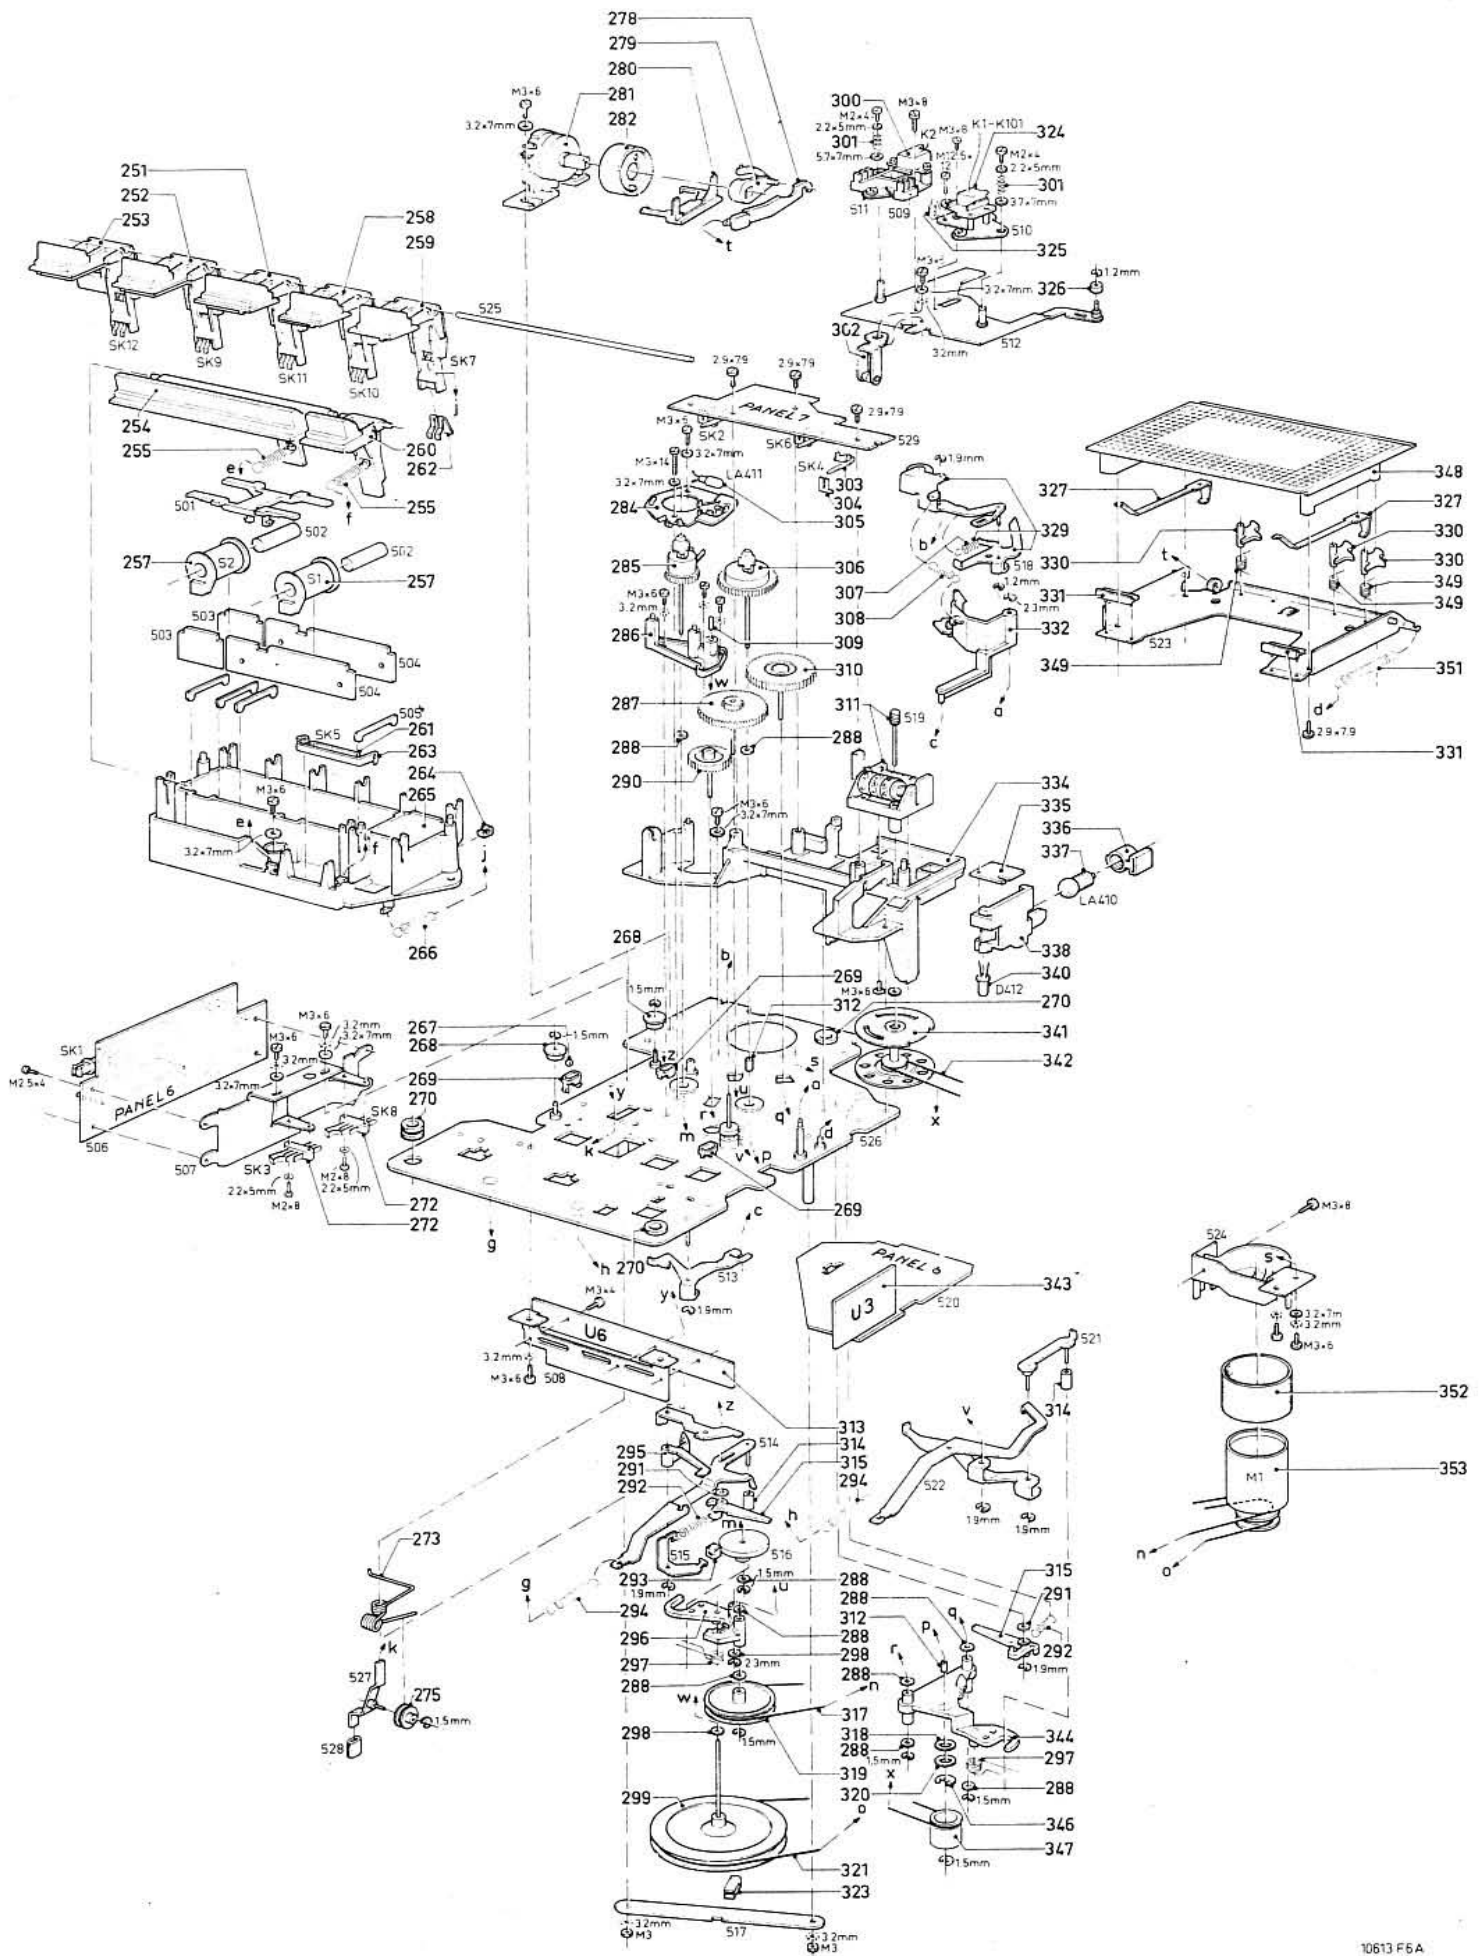

Fig. 1
- a. In apparaten vanaf stempeling AH02/648 is een hefboom pos. 295 toegevoegd aan rembeugel 515 (4822 403 51016). Fig. 1.